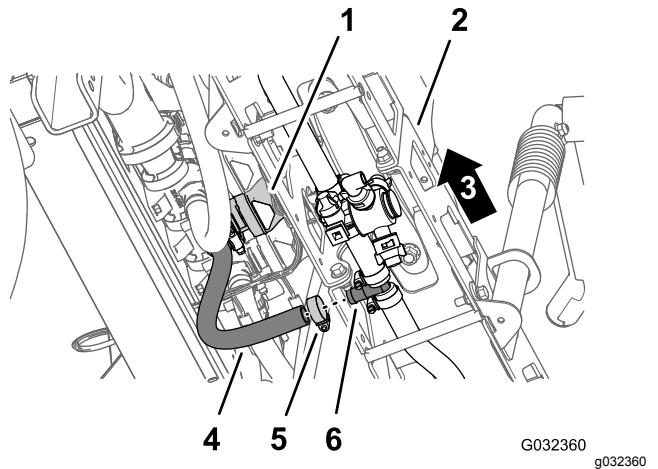

Figura 38
5. Sotto la sezione della barra centrale, rimuovete la fascetta stringitubo che fissa il flessibile di alimentazione per la sezione delle barre al raccordo a T dentellato (Figura 38).